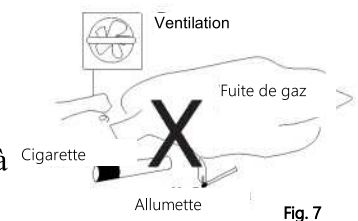

Fig. 7
- Évitez d'allumer et d'éteindre les interrupteurs, d'allumer des allumettes ou d'utiliser des briquets (Fig. 7).